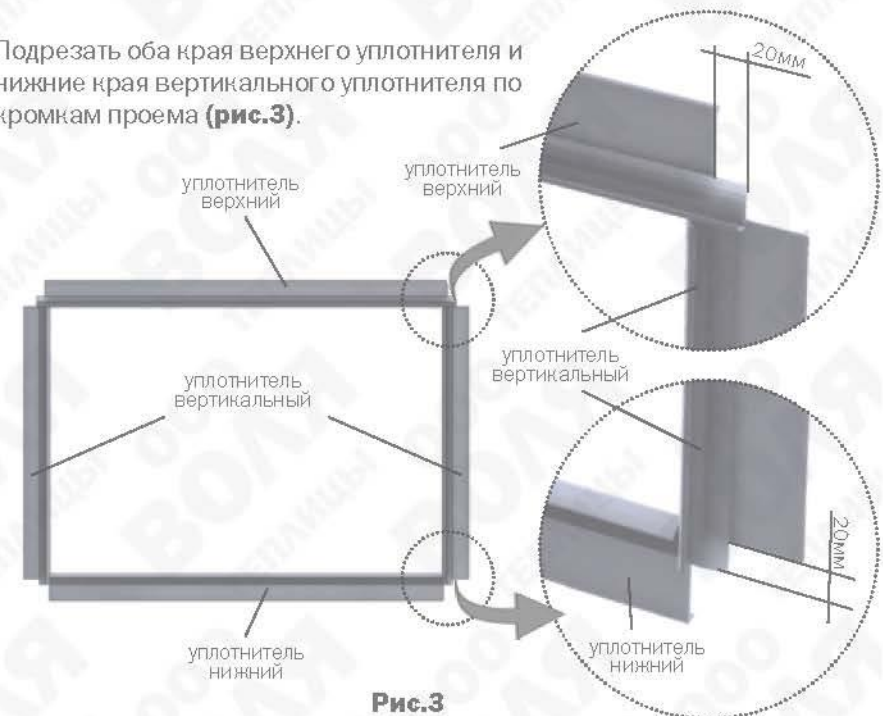

Рис.3
3. Подрезать оба края верхнего уплотнителя и нижние края вертикального уплотнителя по кромкам проема (рис.3).